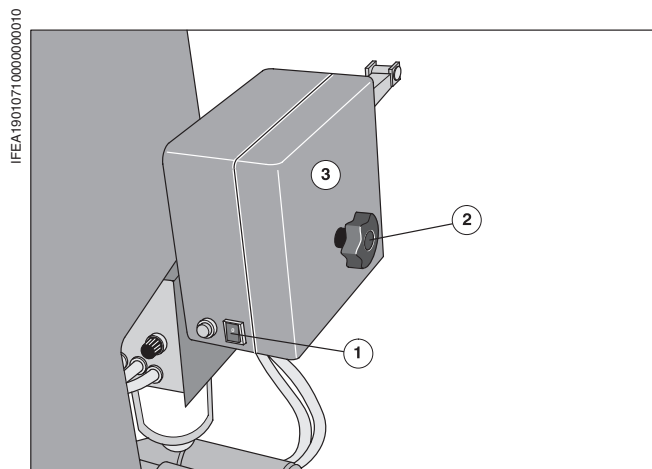

Рис. 22 Открыть устройство вкладки разделительных полосок бумаги
❶ Выключить устройство вкладки разделительных полосок (Рис. 22/❶).
❷ Ослабить ручку (Рис. 22/❷) и снять крышку (Рис. 22/❸).
❼ Крышку (Рис. 22/❸) с ручкой (Рис. 22/❷) снова привинтить к устройству.